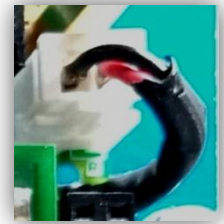

图 4
- 2) 风扇线端剥线长度为 3mm, 使用压线钳压接好风扇电源线, R 接正(红色), B 接负(黑色), 红色和黑色的插入白色插头内(见图 4), 风扇线卡入 L 型卡槽内;